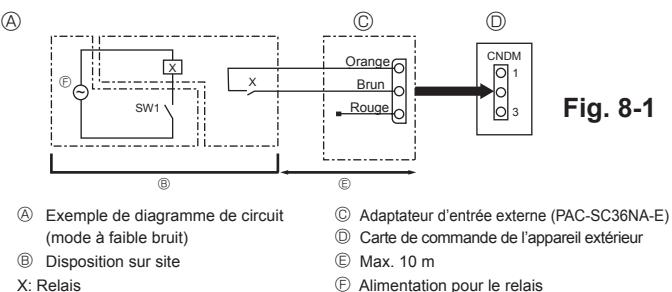

Fig. 8-1
① Mettre sous tension (coupe-circuit).
② Une fois la vanne d'arrêt de liquide fermée, activer le commutateur SWP sur la carte de commande de l'appareil extérieur. Le compresseur (appareil extérieur) et les ventilateurs (appareils intérieur et extérieur) s'enclenchent et la récupération de réfrigérant commence. Les témoins DEL 1 et 2 de la carte de commande de l'appareil extérieur s'allument.
8.1. Mode à faible bruit (modification sur site) (Fig. 8-1)